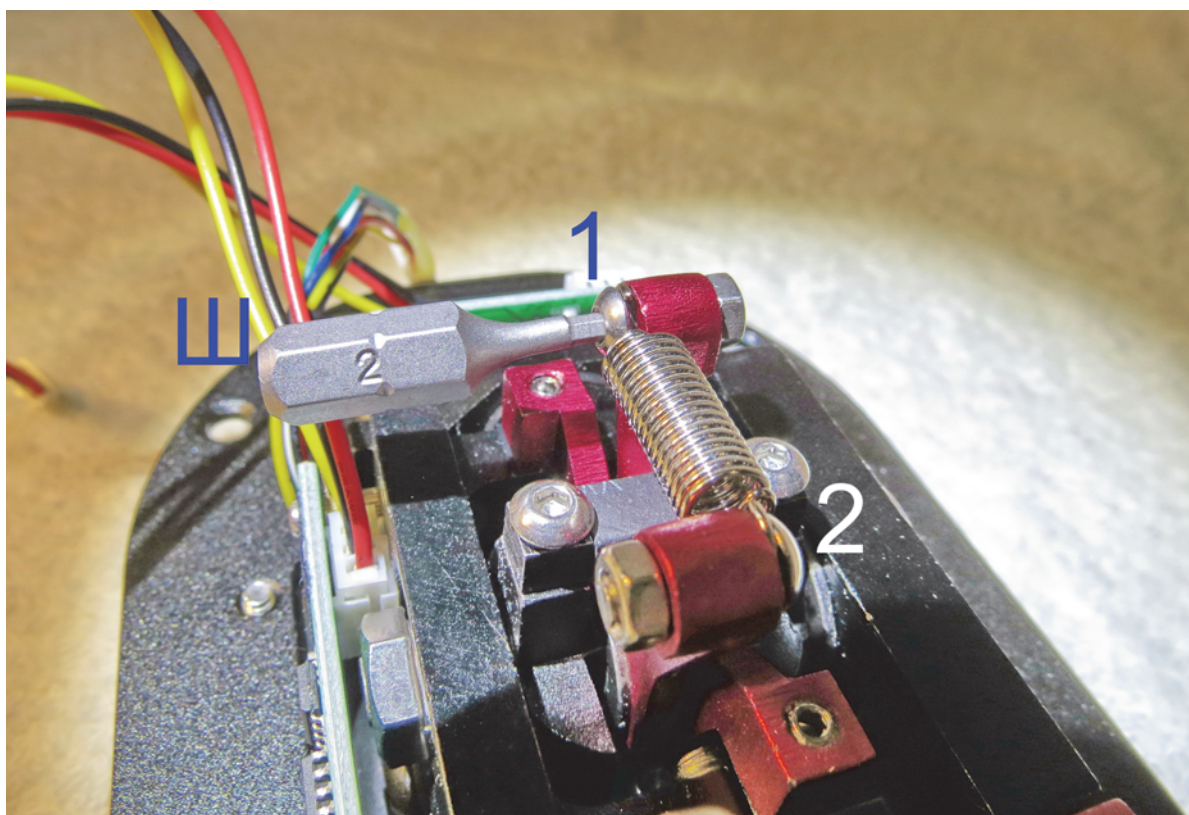

Рис. 1.5.
1. Шестигранником 2 мм Ш поочередно открутите винты 1 и 2 (рис. 1.5), фиксирующие ушки пружины.